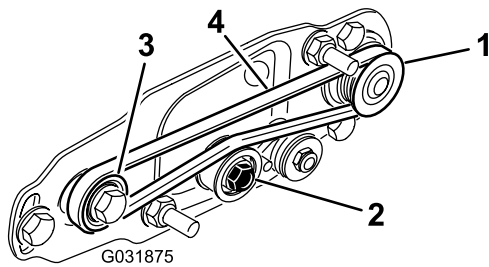

Bild 25
A. Verlegen Sie den Riemen um die **Antriebsscheibe** und dann über die Oberseite der Spannscheibe (Bild 25).
- B. Verlegen Sie den Riemen von der **Antriebsriemenscheibe** ausgehend (**Bild 25**).